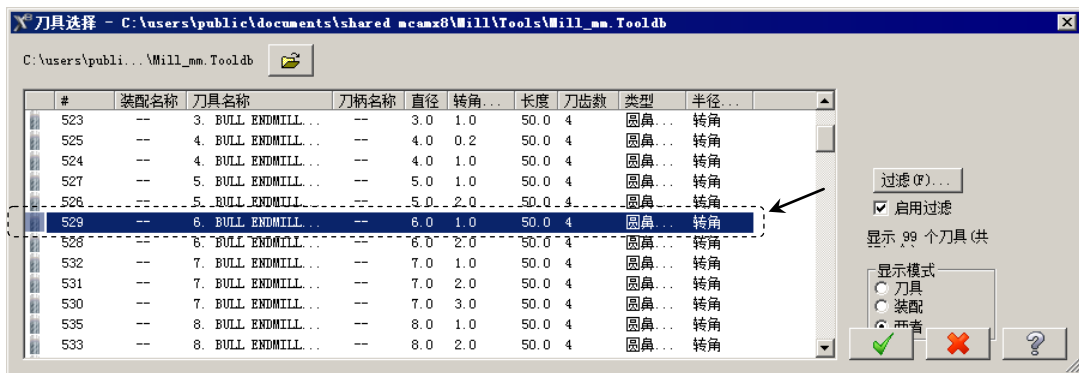

图 6.3.3 “刀具选择”对话框
(1) 确定刀具类型。在“曲面精车-平行陡斜面”对话框中单击 **刀具过滤** 按钮，系统弹出“刀具列表过滤”对话框，单击 **刀具类型** 区域中的 **无(N)** 按钮后，在刀具类型按钮群中单击 (圆鼻刀) 按钮，单击 按钮，关闭“刀具列表过滤”对话框，系统返回至“曲面精车-平行陡斜面”对话框。
(2) 选择刀具。在“曲面精车-平行陡斜面”对话框中单击 **选择库刀具...** 按钮，系统弹出“刀具选择”对话框，在该对话框的列表框中选择图 6.3.3 所示的刀具。单击 按钮，关闭“刀具选择”对话框，系统返回至“曲面精车-平行陡斜面”对话框。